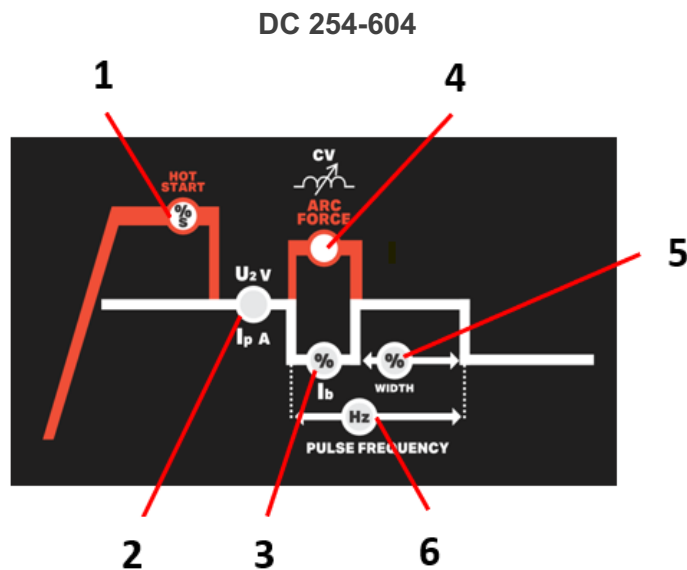

Fig. 1 – Paramètres MMA
Pour DC 254-604 (Voir les Article de la Fig. 1)
Pour DC 324 - DC 404 (Voir les Article de la Fig. 1)
- Ajuster la valeur du courant au diamètre de l'électrode (Fig.1 - 2), selon le tableau suivant, pour régler les machines en fonction de l'électrode à utiliser et commencer à souder.